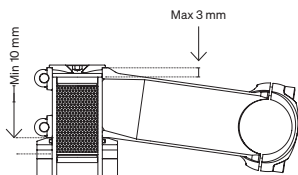

Fig. 5.2.1
- 1 • L'expander deve avere una lunghezza sufficiente a coprire completamente l'area del collarino dell'attacco manubrio e eccedere al di sotto per almeno 10 mm (Fig. 5.2.1);
- 2 • Per consentire la regolazione della serie sterzo, è necessario lasciare uno spazio tra il tappo di chiusura e l'expander; la distanza dal bordo della forcella non deve eccedere i 3 mm (Fig. 5.2.1);